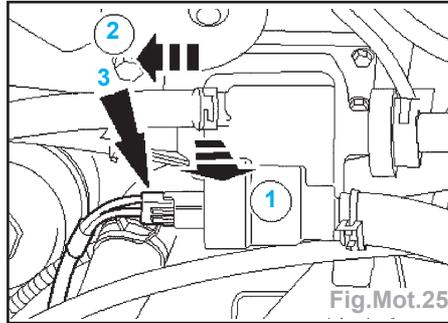

Fig.Mot.25
- Débrancher le connecteur de sonde de température de liquide de refroidissement (flèche 3) (Fig.Mot.25).